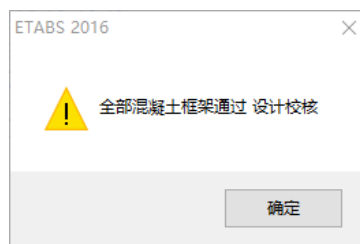

图 8-7 校核所有构件通过信息
11. 点击菜单**设计>混凝土框架设计>校核通过截面**，弹出类似图 8-7 所示的对话框，提示所有混凝土框架构件的形状和配筋设计通过校核。